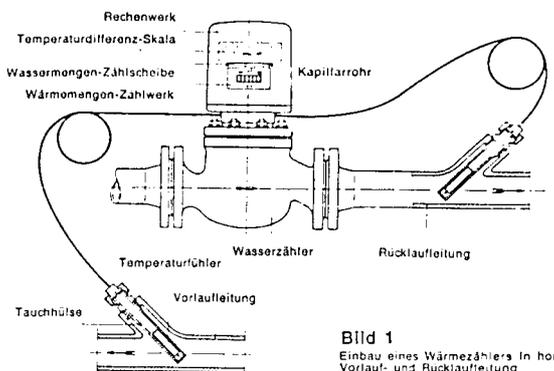

Bild 1
4.1. Die beiden Temperaturfühler werden normalerweise nicht unmittelbar in das Heizwasser eingesetzt, sondern in mitgelieferte **Tauchhülsen**, damit sie ausgebaut werden können, ohne daß die Heizung abgestellt zu werden braucht (Bild 1).